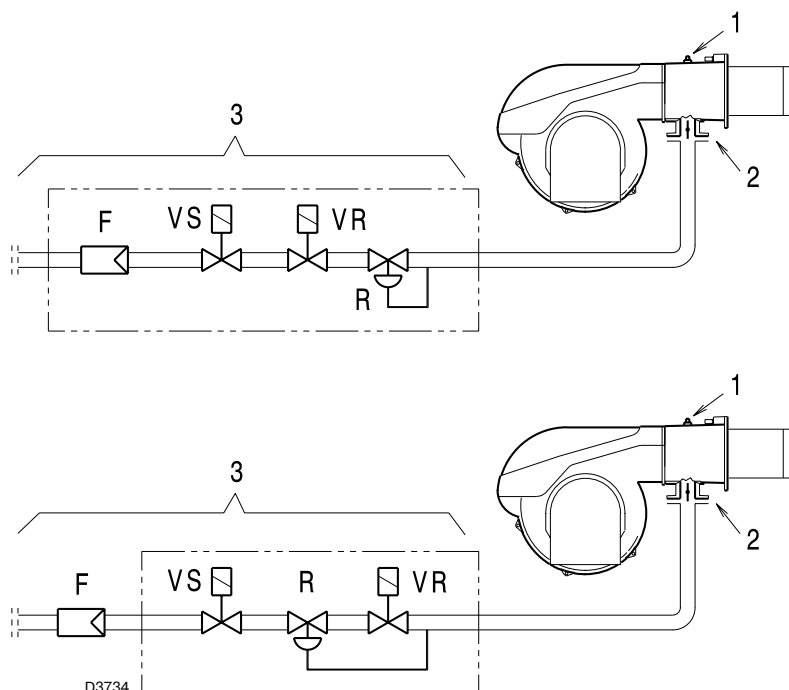

Рис. 40
Давление газа, измеряемое на штуцере 1)(Рис. 40), с:
Потеря нагрузки дроссельного клапана для газа 2)(Рис. 40) с максимальным открыванием: 90°.
Потеря нагрузки рампы 3)(Рис. 40), в которую входят:
- Вычесть из давления газа на штуцере 1)(Рис. 40) давление в камере сгорания.
- Давление газа на штуцере 1)(Рис. 40) = 8 мбар
Для того, чтобы узнать давление газа, необходимое на штуцере 1)(Рис. 40), определив МАКС. мощность, при которой должна работать горелка:
- Посмотреть справа в колонке 1 давление на штуцере 1)(Рис. 40).
необходимое давление на штуцере 1)(Рис. 40)